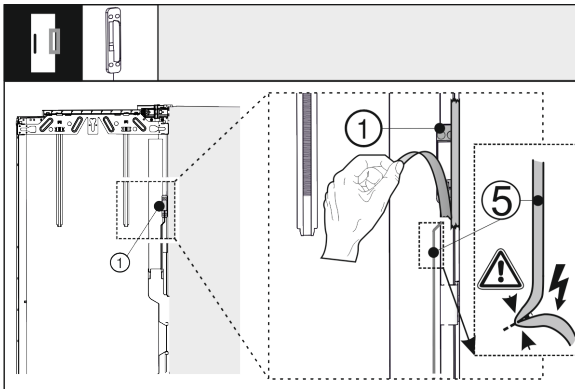

Fig. 40
- ▶ Klopfsensor Fig. 40 (1) von der Außentür lösen. Das Verbindungskabel Fig. 40 (5) nicht beschädigen.